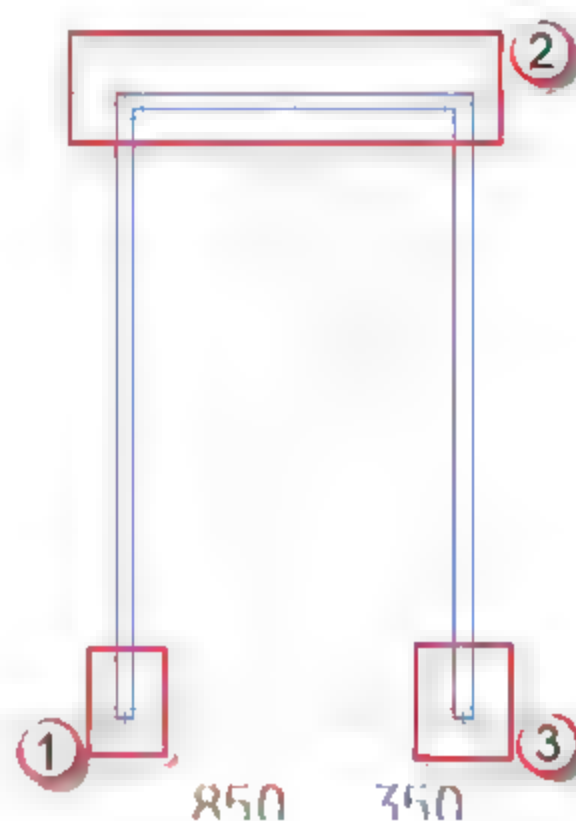

图 6.1.88 绘制门框
(9) 绘制门框。选择“创建”→“拉伸”命令,进入“修改|编辑拉伸”界面,用菜单中的绘制工具绘制门框,绘制完成后,单击√按钮,完成绘制,如图 6.1.88 所示。